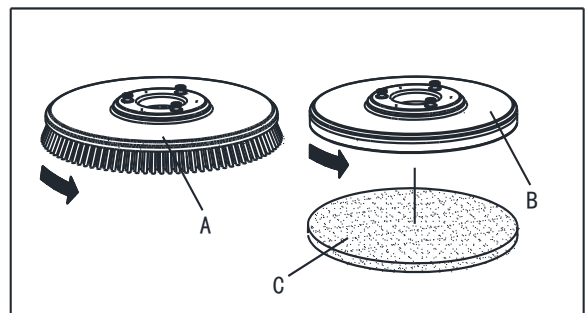

Figure 5
Installieren Sie entweder die Bürste (A, Abb. 5) oder den Pad-Halter (B und C, Abb. 5) entsprechend der Art des zu reinigenden Bodens.
1. Stecken Sie den Zündschlüssel (35) ein und schalten Sie auf "0".
2. Heben Sie das Deck an, indem Sie das Pedal (9) drücken.
3. Falls bestückt, drehen Sie den Geschwindigkeitsregler (40) auf Leerlauf, indem Sie ihn gegen den Uhrzeigersinn drehen.
4. Platzieren Sie die Bürsten (A, Abb. 5) oder den Pad-Halter (B) unterhalb des Decks (21).
5. Senken Sie das Deck auf den Bürsten/Pad-Halter, indem Sie das Pedal (9) drücken.
6. Drehen Sie den Zündschlüssel (35) auf "I".
7. Drücken Sie den Bürsten-/Pad-Halter und den Vakuumssystem-Schalter (46).
8. Drücken Sie einen der Bürsten/Vorwärtsgang-Schalter (34), um den Bürsten/Pad-Halter einzulegen, dann lassen Sie ihn los. Falls erforderlich, wiederholen Sie den Vorgang, bis der Bürsten/Pad-Halter aktiviert ist.
9. Wenn sich der obige Schritt Nr. 8 als schwierig erweist, verwenden Sie die manuelle Methode, indem Sie den Bürsten-/Pad-Halter in die entgegengesetzte Richtung zur normalen Drehrichtung drehen und dieser kann dann abgenommen werden (wie in Abb. 5 dargestellt).